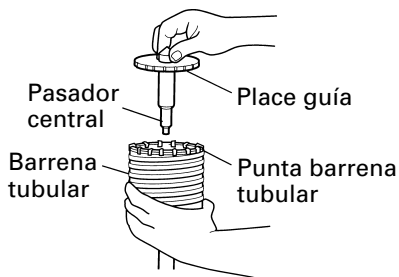

Fig. 17
(4) Unir la placa guía con la barrena tubular y girar la placa guía hacia la izquierda o hacia la derecha de forma que no se caiga a pesar de estar indicando hacia abajo. (Fig. 17)